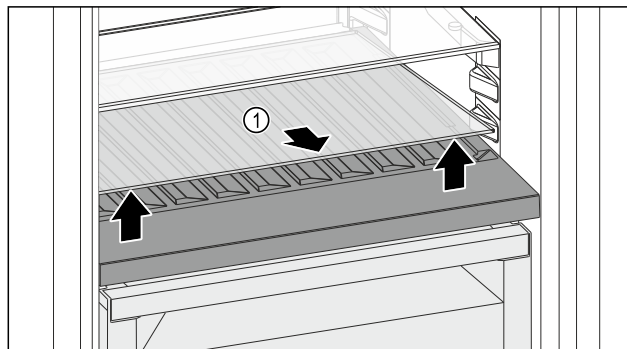

Fig. 162
- Skleněnou desku Fig. 162 (1) zvedněte za vybrání vpředu a vyjměte ji.
- Skleněnou desku Fig. 162 (1) uložte bezpečně mimo spotřebič.
- Skleněnou desku (2) vložte pod variabilní přihrádku na láhve.